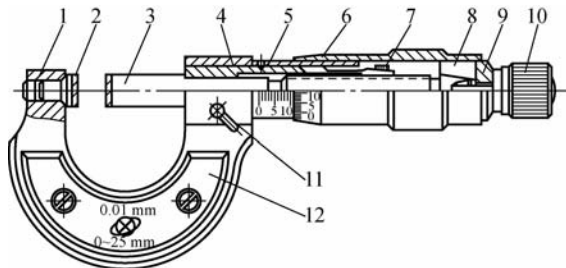

图 5-49 外径千分尺的结构
千分尺是示值为 0.01 mm 的量尺,按用途可分为外径千分尺、内径千分尺和深度千分尺三种类型。外径千分尺的结构如图 5-49 所示。外径千分尺按其测量范围有 0~25 mm、
(1) 刻度原理。外径千分尺是利用螺旋传动原理，将角位移变成直线位移来进行长度测量的。如图 5-49 所示，微分筒与其内部的测微螺杆连接成一体，上面刻有 50 条等分刻线，当微分筒旋转一周时，由于测微螺杆的螺距一般为 0.5 mm，所以测微螺杆就轴向移动 0.5 mm。当微分筒转过一格时，测微螺杆轴向移动距离为 $0.5 \text{ mm}/50 = 0.01 \text{ mm}$ ，这是千分尺的刻度原理。
(2) 读数方法。千分尺的读数机构是由固定套筒和微分筒组成的。固定套筒上的纵向刻线是微分筒读数值基准线，而微分筒锥面的端面是固定套筒读数值指示线。固定套筒纵刻线的两侧各有一排均匀刻线，刻线的间距都是 1 mm，且相互错开 0.5 mm，标出数字的一侧表示毫米数，未标数字的一侧即为 0.5 mm。用千分尺进行测量时，其读数也可分为以下三个步骤。
① 读整数。读出微分筒锥面的端面左边固定套筒露出来的刻线数值，即被测件的整数或 0.5 mm。
② 读小数。找出与基准线对准的微分筒上的刻线数值，如果此时整数部分的读数值为整数，那么该刻线数值就是被测件的小数值；如果此时整数部分的读数值为 0.5 mm，则该刻线数值还要加上 0.5 mm 后才是被测件的小数值。